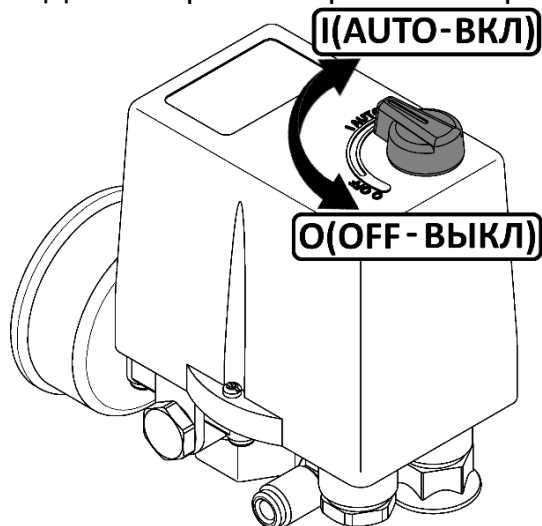

Рисунок 3
- Проверьте, чтобы выключатель на прессостате находился в выключенном положении "OFF" (см. рисунок 3).
- 1 Выключить компрессор выключателем на прессостате. Для этого необходимо переключить выключатель в положение "OFF" или "O", в зависимости от исполнения (см. рисунок 3). После этого остановится электродвигатель и произойдет сброс давления из нагнетательного воздухопровода и поршневого блока.